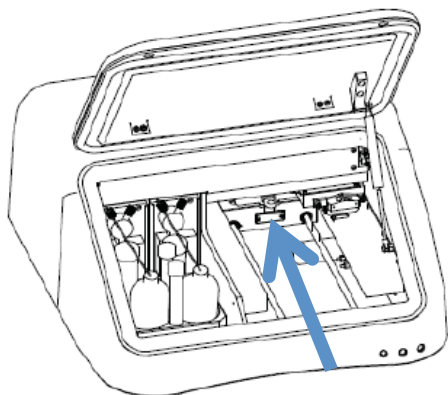
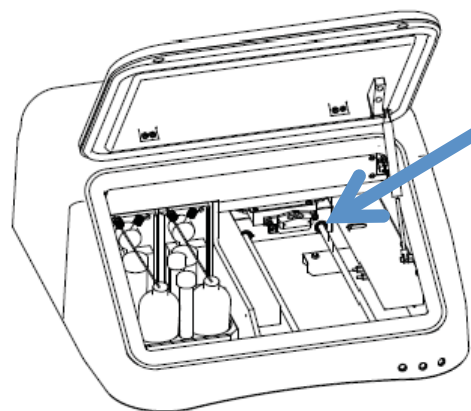

図 1
図 2
- 3) サンプルトレイが、手前にある場合は、手動でゆっくりと GloMax® 96 内部へ押し込む(図 1)。オプティカルヘッドを手動でゆっくりと中央に移動させる(図 2)。